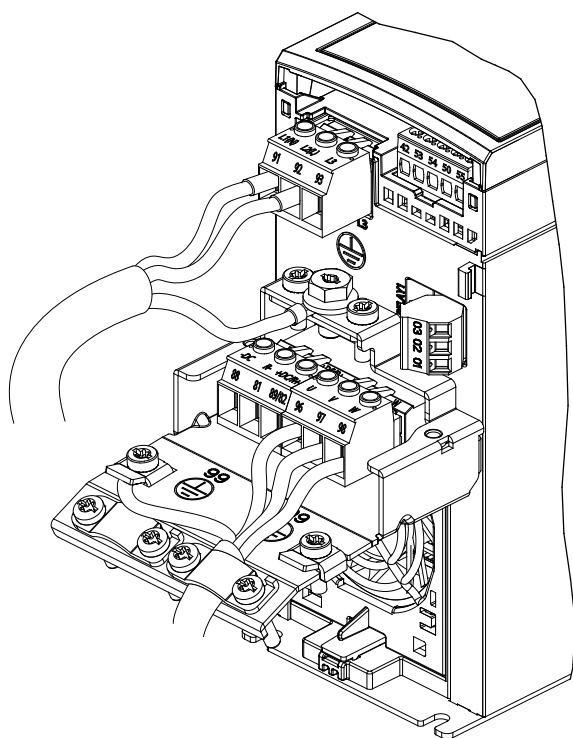
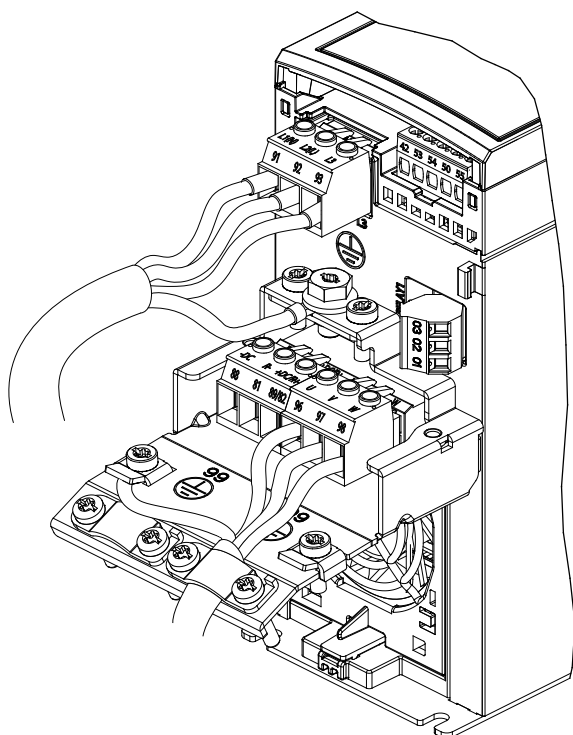

Рисунок 4.6 Подключения сетевого питания, двигателя и заземления в однофазных блоках
Рисунок 4.7 Подключения сетевого питания, двигателя и заземления в трехфазных блоках
Подключения сетевого питания, двигателя и заземления в одно- и трехфазных преобразователях частоты показаны на *Рисунок 4.6* и *Рисунок 4.7*, соответственно. Фактические конфигурации отличаются для разных типов устройств и дополнительного оборудования.
1. Подключите кабели сети переменного тока к клеммам N и L в однофазных блоках (см. *Рисунок 4.6*) или клеммам L1, L2 и L3 в трехфазных блоках (см. *Рисунок 4.7*).